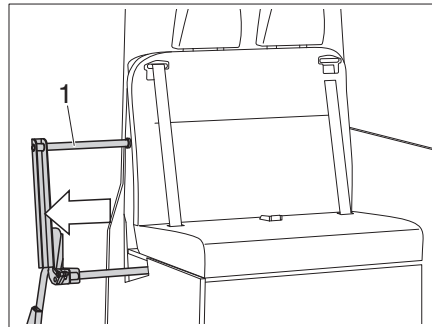
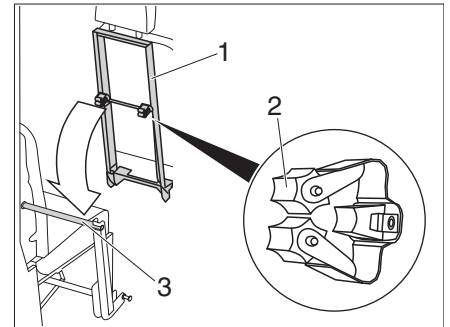
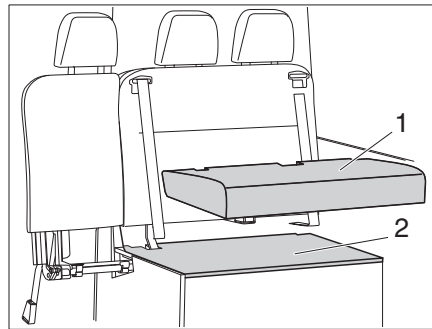

Figure 42 Tirer sur l'élargissement de la banquette
Figure 43 Accrocher le dossier
Figure 44 Retirer le coussin d'assise
- Tirer l'élargissement de la banquette (Figure 42, 1) hors de la banquette deux-places.
- Accrocher le dossier (Figure 43, 1) avec les deux agrafes (Figure 43, 2) dans l'élargissement de la banquette (Figure 42, 3).
- Retirer le coussin d'assise (Figure 44, 1) et le couvercle du coffre (Figure 42, 2).